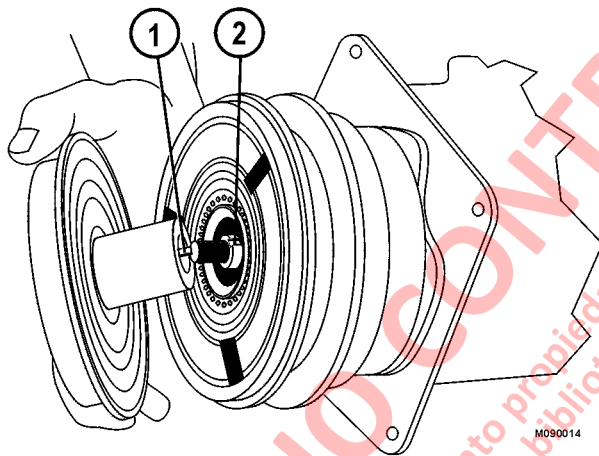

FIGURA 4-20.
5. Retire la llave cuadrada (1, Figura 4-20) de las ranuras.
1. Inserte una llave cuadrada (1, Figura 4-20) dentro de la ranura en el cubo del embrague. Deje que la llave sobresalga aproximadamente 4,5 mm (0,18 in.) del borde externo del cubo. Utilice jalea de petróleo para sostener la llave en el lugar.